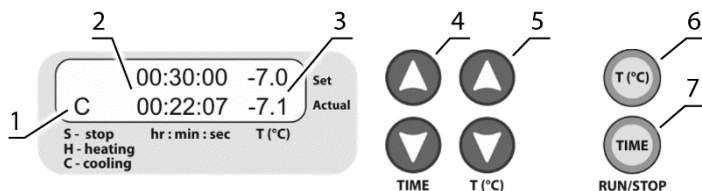
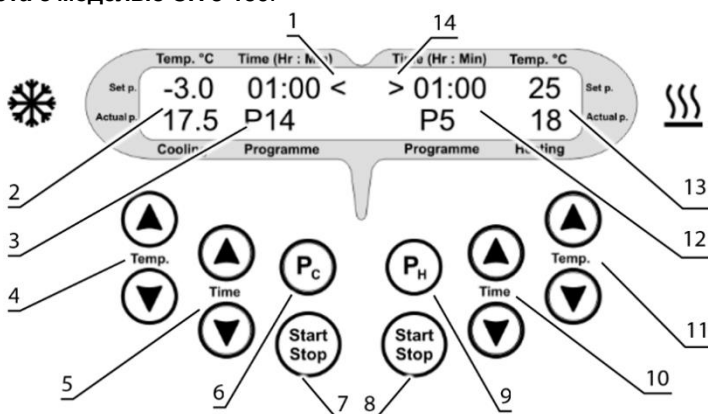
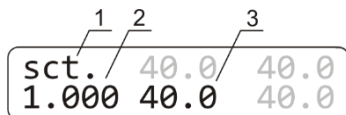

Рисунок 1. Панель управления модели CH-100
Рисунок 2. Панель управления модели СН 3-150
Рисунок 3. Дисплей в режиме калибровки: 1. Индикатор режима калибровки; 2. Коэффициент калибровки; 3. Температура с текущим коэффициентом
- 5.2.3 **Установка температуры.** Используя кнопки **▲** и **▼ T (°C)** (рис. 1/5), установите необходимую температуру. Значения отображаются на экране (верхняя строчка, рис. 1/3). Шаг установки температуры равен $0,1^{\circ}\text{C}$. Зажав кнопку на 2 с и дольше, значения меняются быстрее.
- 5.2.4 Нажмите кнопку **RUN/STOP T (°C)** (рис. 1/8) для начала нагрева или охлаждения. Соответствующий статус отобразится на дисплее, **H** (heating) для нагрева, **C** (cooling) для охлаждения (рис. 1/1). Значения текущей температуры отображаются на дисплее (нижняя строчка, рис. 1/3).
- 5.2.7 После термостабилизации прибора (т.е. равны установленная и текущая температуры, рис. 1/3), откройте крышку блока, поместите образцы и закройте крышку.
- 5.2.9 Используя кнопки **▲** и **▼ TIME** (рис. 1/4), установите необходимый промежуток времени. Значения отображаются на экране (верхняя строчка, рис. 1/2). Шаг установки времени равен 1 минуте. Зажав кнопку на 2 с и дольше, значения меняются быстрее.
5.2.10 Нажмите кнопку **RUN/STOP TIME** (рис. 1/7) для начала отсчёта времени. Истёкшее время отображается в нижней строчке дисплея (рис. 1/2). Когда установленное время истечёт, таймер останавливается и раздаётся звуковой сигнал.
Внимание! По истечении установленного времени нагрев или охлаждение не останавливается. Нажмите кнопку **RUN/STOP T (°C)** (рис. 1/7) чтобы остановить нагрев или охлаждение.
5.3.4 **Выбор программы.** Нажмите кнопку **Pc** (рис. 2/6) для выбора охлаждающих программ или кнопку **Pн** (рис. 2/9) для нагревающих. Каждое нажатие выбирает следующую программу в цикле.
5.3.6 Программы для охлаждения. Зажмите и держите нажатой кнопку **Pc** в течение 4 секунд пока на дисплее не появится символ **<** (рис. 2/1).
С помощью кнопок **▲** и **▼ Temp.** (рис. 2/4) настройте температуру. Шаг установки 0,1°C. Установленные значения видны в верхней строчке слева, **Set p.** (рис. 2/2).
С помощью кнопок **▲** и **▼ Time** (рис. 2/5) установите необходимое время работы в часах и минутах. Шаг установки 1 минута. Установленные значения видны в верхней строчке слева, **Set p.** (рис. 2/3).
5.3.7 Программы для нагрева. Зажмите и держите нажатой кнопку **Pн** в течение 4 секунд пока на дисплее не появится символ **>** (рис. 2/14).
С помощью кнопок **▲** и **▼ Temp.** (рис. 2/11) настройте температуру. Шаг установки 1°C. Установленные значения видны в верхней строчке справа, **Set p.** (рис. 2/13).
С помощью кнопок **▲** и **▼ Time** (рис. 2/10) установите необходимое время работы в часах и минутах. Шаг установки 1 минута. Установленные значения видны в верхней строчке справа, **Set p.** (рис. 2/12).
5.3.10 Нажмите кнопку **Start Stop** (рис. 2/7 или 2/8) для начала отсчёта времени охлаждения или нагрева.
- 6.2 Для введения калибровочного коэффициента держите нажатой кнопку **RUN/STOP TIME** (рис. 1/7, **CH-100**) или **Start Stop** (рис. 2/7, **CH 3-150**) дольше 8 с для входа в калибровочный режим. На дисплее появится калибровочная панель, как показано на рис. 3.
- 6.3 **Восстановление заводских установок.** Чтобы восстановить заводские установки, с помощью кнопок **▲** и **▼ Temp.** или **T (°C)** установите значение коэффициента 1.000, как показано на рис. 3/1. Нажмите кнопку **RUN/STOP TIME** или **Start Stop**, чтобы сохранить изменения.
- 6.4.4 Предположим, что показания независимого сенсора составляют 39°C, а текущая температура на дисплее – 40°C (рис. 3/4). В этом случае необходимо добавить коррекцию 1°C.
- 6.4.5 Держите нажатой кнопку **RUN/STOP TIME** (рис. 1/7, **CH-100**) или **Start Stop** (рис. 2/7, **CH 3-150**) дольше 8 с для входа в калибровочный режим. На дисплее появится калибровочная панель, как показано на рис. 3.